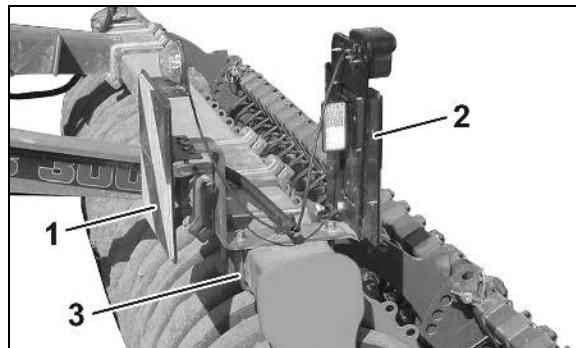

Fig. 15
- o Lossa klämbygeln och belysningen fram (Fig. 15/1) och bak (Fig. 15/2).